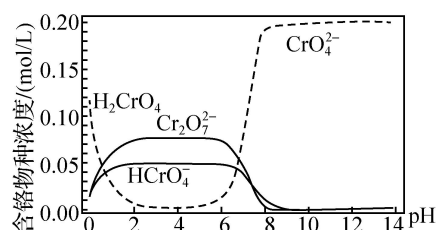

图1
9 (1) [2026 苏州期初]一种层状镁铝氢氧化物处理剂可表示为 $[\text{Mg}_{(1-x)}\text{Al}_x(\text{OH})_2](\text{CO}_3)_{0.5x} \cdot n\text{H}_2\text{O}$ ，溶液中的阴离子可以与处理剂层间的 $\text{CO}_3^{2-}$ 发生离子交换，从而实现 $\text{Cr}(\text{VI})$ 的去除。已知：废水中 $\text{Cr}(\text{VI})$ 总浓度为 $0.20 \text{ mol/L}$ ，含铬物种浓度随 $\text{pH}$ 的分布如图1所示， $\text{Cr}(\text{VI})$ 的去除率随 $\text{pH}$ 的变化如图2所示。